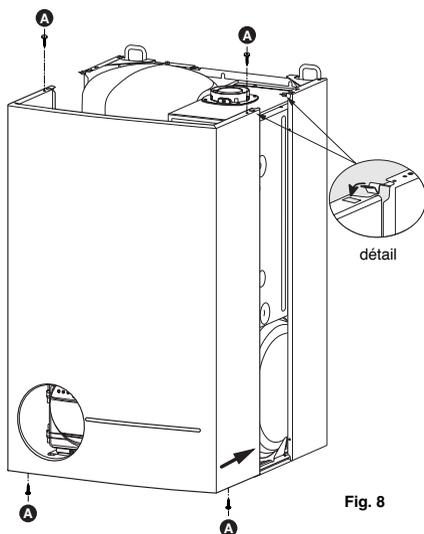

Fig. 8
- présenter l'habillage (fig. 8),